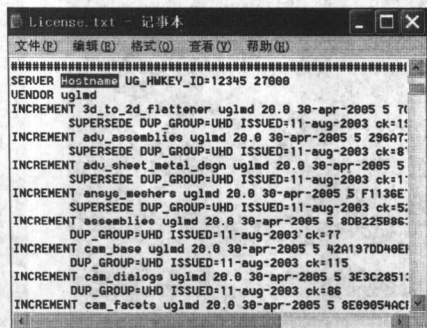

图 1-14 修改\*.lic 文件
(8) 单击 Next 按钮后,开始 UG NX3 系统的安装。待安装完成后,根据提示就可以使用了。
(9) 完成安装后,检查 UG NX3 安装目录 UGS 中 UGFLEXLM 目录下的\*.lic 文件中的主机名(将文件第一行中的 hostname 改为当前的机器名,如图 1-14 所示)。